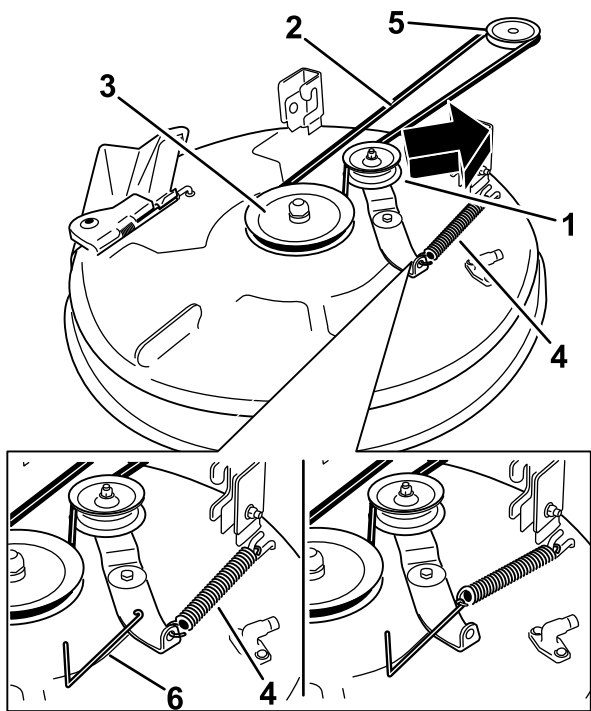

Figure 57
4. À l'aide d'un outil de dépose de ressort (réf. Toro 92-5771), décrochez le ressort du crochet sur le plateau pour éliminer la tension sur la poulie de tension et déchaussez la courroie des poulies (Figure 57).
- Acheminez la courroie neuve autour des poulies du moteur et du plateau de coupe (Figure 57).
- À l'aide d'un outil de dépose de ressort (réf. Toro 92-5771), accrochez le ressort à l'ergot sur le plateau pour tendre la poulie de tension et la courroie de plateau de coupe (Figure 57).